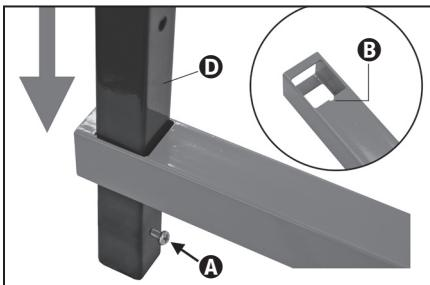

Figure 1
- Prenez la partie inférieure de la longue barre verticale. Repérez le trou de vis percé à 13 mm (1/2 po.) en partant du bas. Insérez une vis **A**. Prenez la partie inférieure de la barre horizontale orange. Repérez la petite encoche **B** (voir photo encadrée). Glissez la barre orange le long de la barre verticale en la faisant coulisser en partant du haut jusqu'à ce qu'elle soit immobilisée contre la vis. Figure 1.